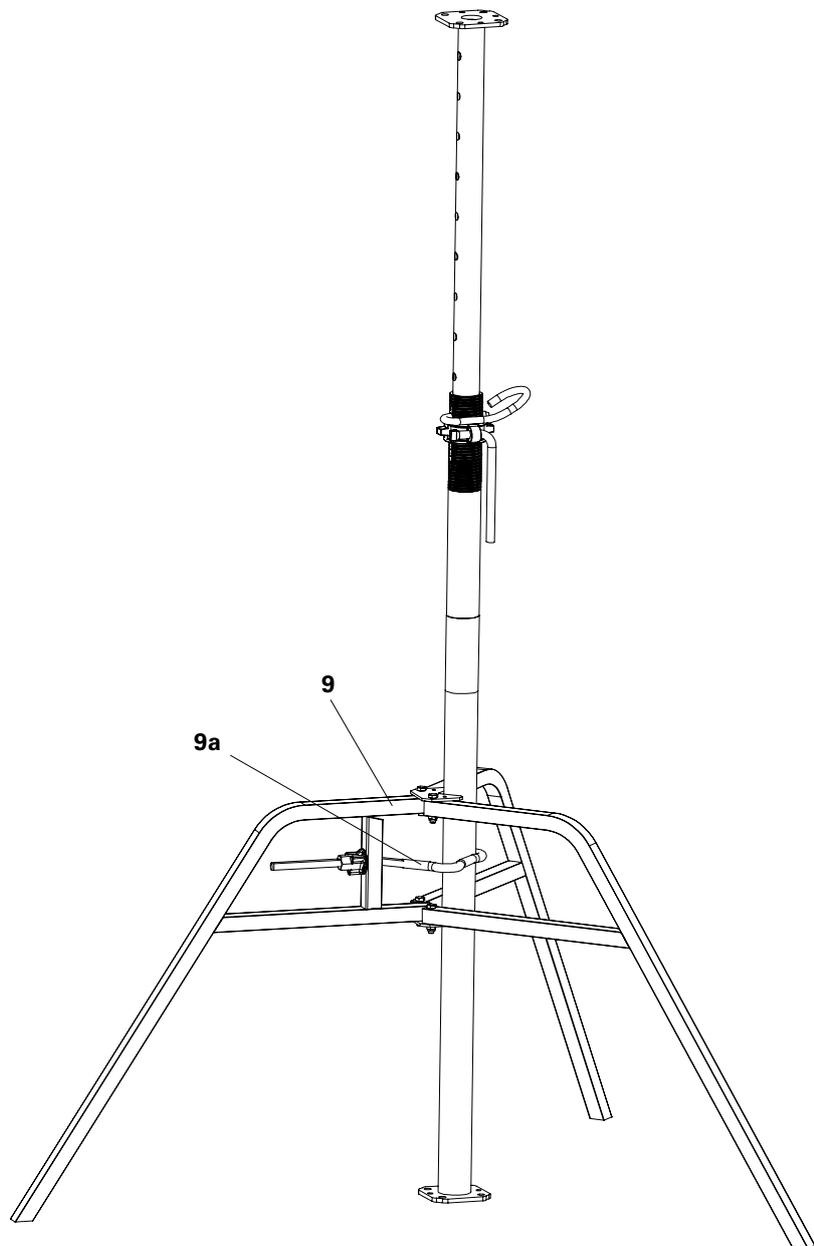

Fig. A1.04
1. Introduire l'étau de dalle prémonté dans le trépied universel (9). (Fig. A1.04)